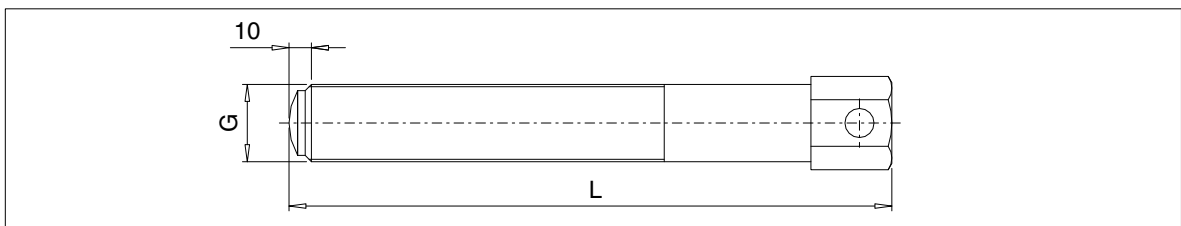

Bild 14: Abziehschraube
- Mit Hilfe einer Gewindespindel (Bild 14) FLUDEX-Kupplung abziehen.